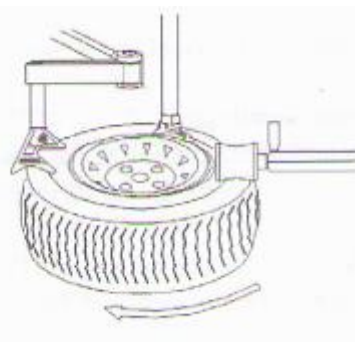

Рис. 17
4) Нажать педаль, стол начнет вращение вместе с прижимным приспособлением. Опустить «третью руку» и надавить на борт шины прижимным приспособлением, чтобы завести его под обод колеса. Установить шину на колесо с помощью монтажной головки. При выполнении данной операции соблюдать меры предосторожности (рис. 17).